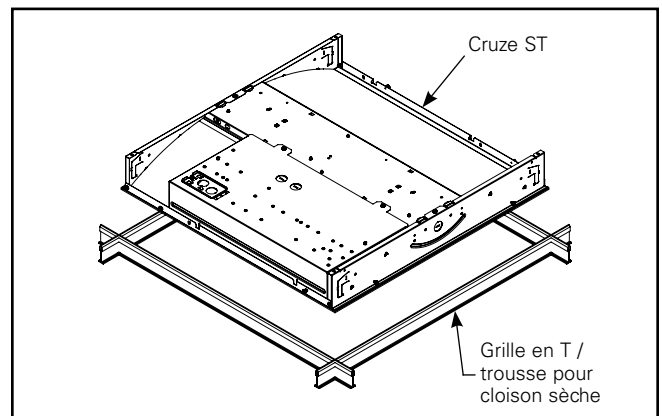

Figure 1.
2. Placez le luminaire sur la grille en T. Assurez-vous que les bords de la lentille avant sont couverts par les grilles en T (figure 1).